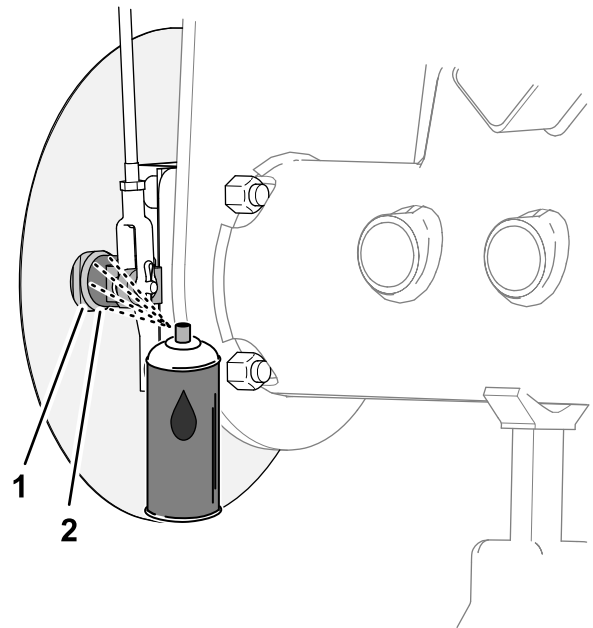
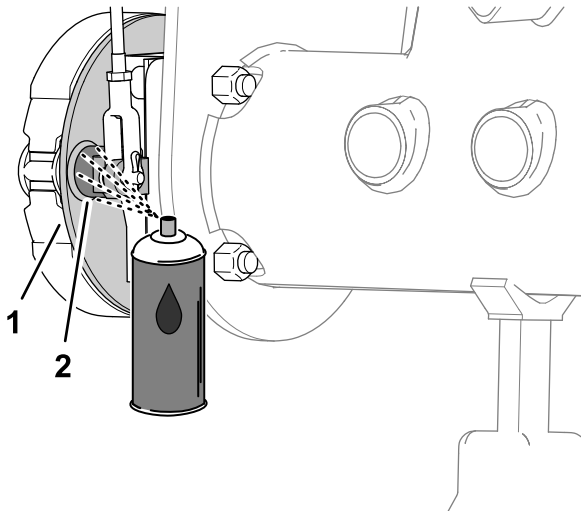

Figura 68
Figura 67
1. Sul lato interno della piastra di appoggio del freno (macchine senza deflettore dell'erba dei cerchi delle ruote opzionale) o del deflettore delle ruote (macchine con deflettore dell'erba dei cerchi delle ruote opzionale), spruzzate olio penetrante tra l'albero a camme del freno e la piastra di appoggio (Figura 67 o Figura 68).